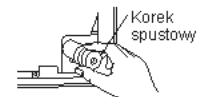

Fig. 1
- Wąż spustowy powinien być skierowany w dół, aby ułatwić odpływ. (Fig. 1)
- 1) Ułożyć rury czynnika chłodniczego i wąż spustowy razem, po czym ciasno owinać od końca taśmą filcową (4). Szerokość zakładek taśmy filcowej (4) powinna stanowić 1/3 szerokości taśmy. Przymocować koniec taśmy filcowej (4) zapinką do bandaża.
- 2) Wyjąć korek spustowy w tylnej prawej części jednostki wewnętrznej. (Fig. 1)
- 1) Odpowiednio przyciąć rurę miedzianą obcinakiem do rur. (Fig. 1, 2)